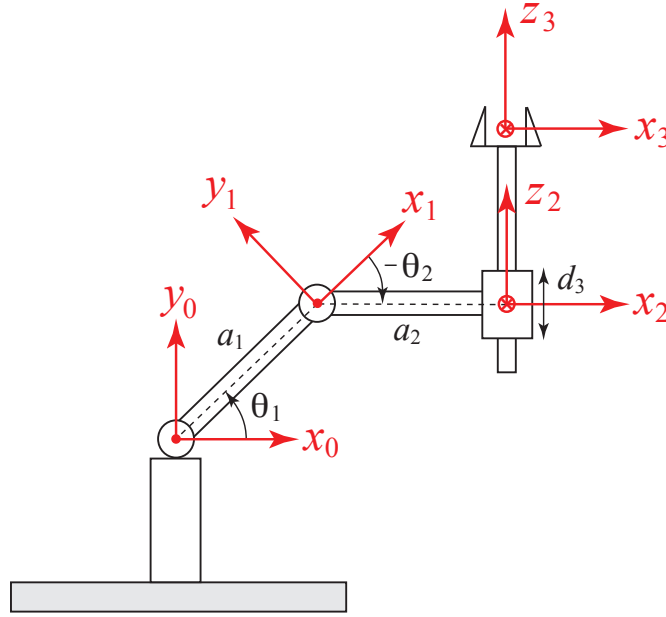

FIGURE 1 – Manipulateur planaire à 3 DDL.
1. Déterminer les paramètres de Denavit-Hartenberg du manipulateur planaire à 3 DDL montré dans la Figure 1, dont les repères (rouges) ont été déjà positionnés.